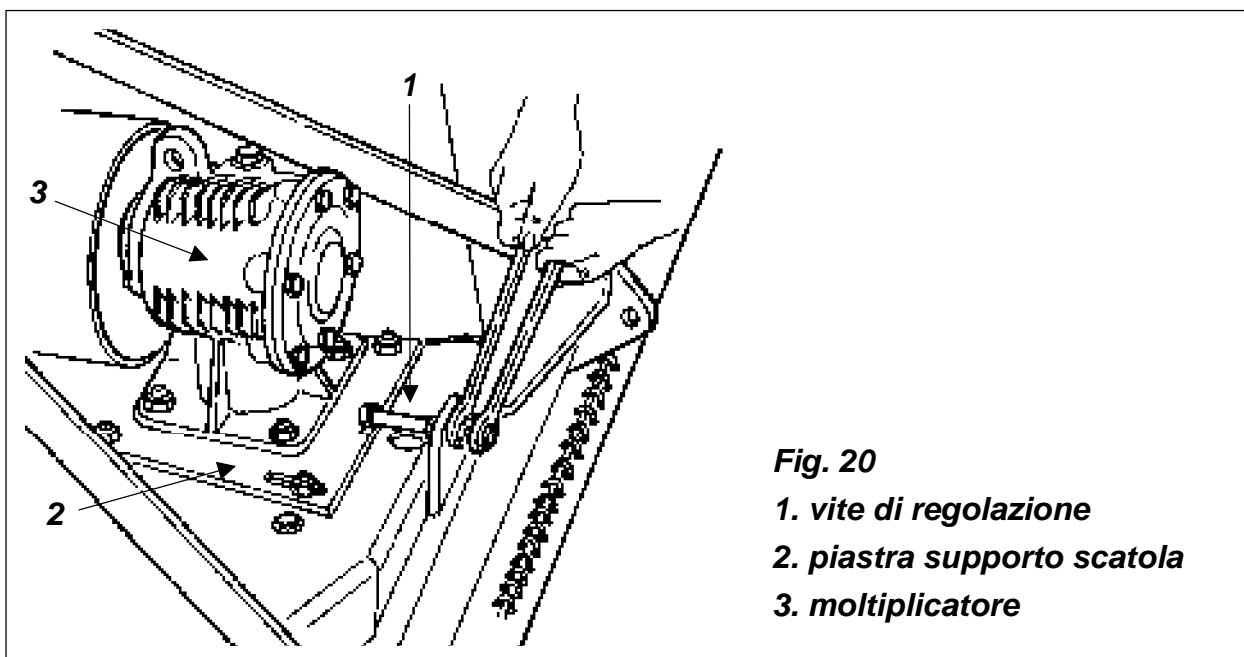

Fig. 20
Per la regolazione della tensione delle cinghie occorre procedere come segue su ciascuna unità (vedi fig. 20):
3. Allentare i 2 dadi bloccanti la vite di registrazione che collega la piastra supporto scatola alla piastra centrale (**vedi fig. 20**).
2. Allentare i dadi che bloccano il supporto scatola (**vedi fig. 20**).
3. Allentare i dadi e svitare la vite di regolazione cinghie (**vedi fig. 20**) in modo che la scatola ingranaggi si sposti tutta in avanti.
7. Svitare i dadi che fissano la piastra supporto scatola alla piastra centrale (**vedi fig. 20**) e sollevare la scatola ingranaggi e piastra.